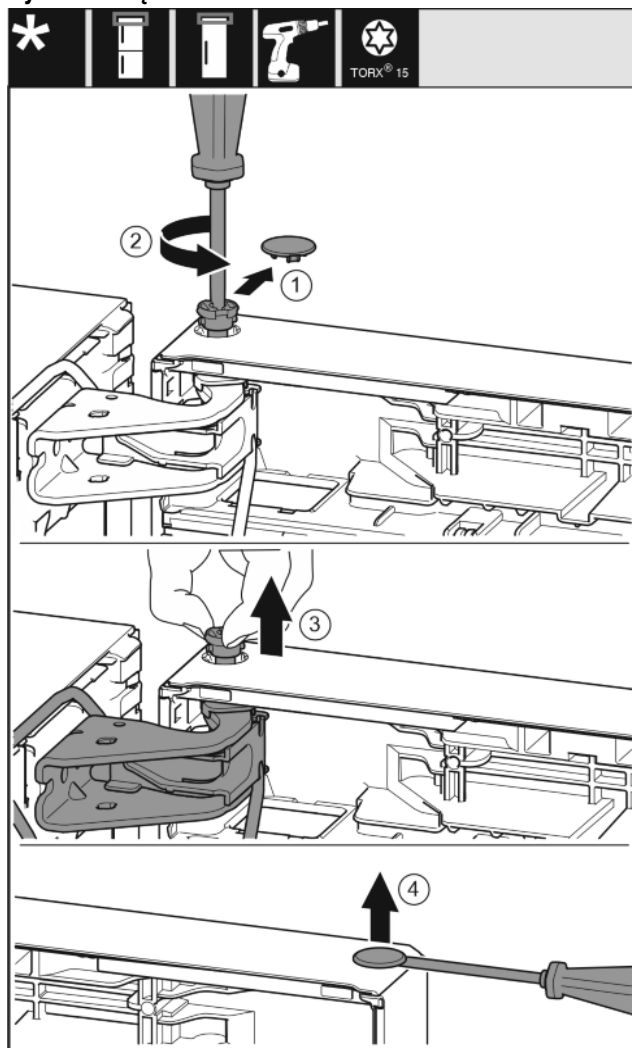

Fig. 18
- ▶ Ostrożnie zdjąć osłonę zabezpieczającą. Fig. 18 (1)
- ▶ Sworzeń wykręcić nieco przy pomocy śrubokręta T15. Fig. 18 (2)
- ▶ Przytrzymać drzwi i wyjąć sworzeń palcami. Fig. 18 (3)
- ▶ Zatyczkę ostrożnie podważyć przy pomocy śrubokręta i wyjąć z tulei łożyskowej drzwi. Fig. 18 (4)